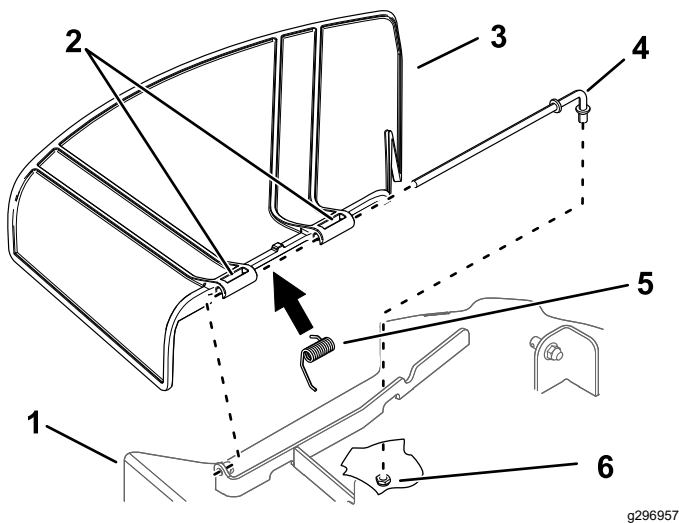

Bild 75
1. Nehmen Sie die Mutter ($\frac{3}{8}$ ") aus der Stange unter dem Mähwerk ab (Bild 75).
2. Schieben Sie die Stange aus dem kurzen Vorsprung, der Feder und dem Ablenkblech (Bild 75).
4. Montieren Sie das Ablenkblech (Bild 75).
7. Schieben Sie die Stange durch die zweite Halterung am Grasablenkblech (Bild 75).
9. Befestigen Sie das hintere Stangenende mit einer Mutter (3/8") am Mähwerk, wie in Bild 75 abgebildet.